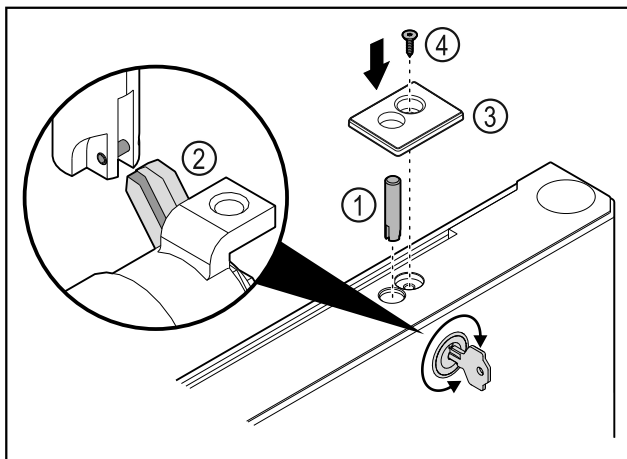

Fig. 42
- ▶ Pange lukupolt Fig. 42 (1) sisse.
- ▶ Keerake veidi lukku, et lukupolt fikseeruks Fig. 42 (2) luku lõhikusse.
- ▶ Pange kate Fig. 42 (3) sisse.
- ▶ Pange kruvi Fig. 42 (4) sisse.